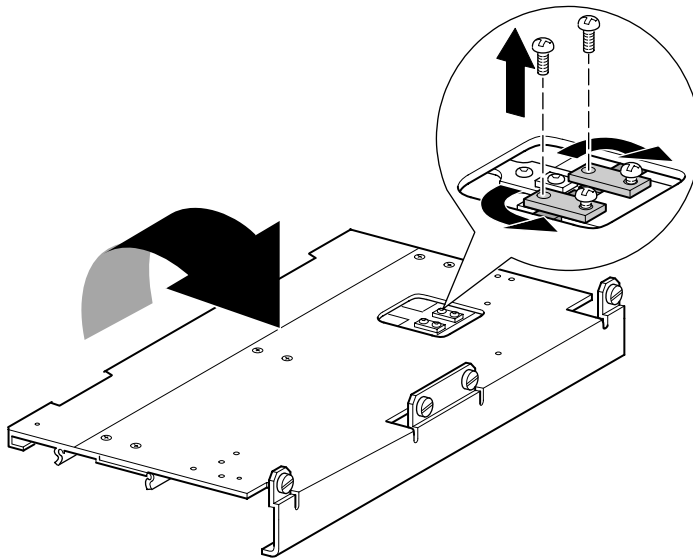

図2-15: ベルト ブロック ブラケット アクセス カットアウト
4. PTMを裏返して、ベルトブロックブラケットアクセスカットアウトにアクセスします（図2-15を参照）。
5. 2つのベルトブロックブラケットのそれぞれからネジを1本取り外します。もう1本のネジを緩めて、各ベルトブロックブラケットを脇によけて、ドライブベルトにアクセスできるようにします（図2-15を参照）。